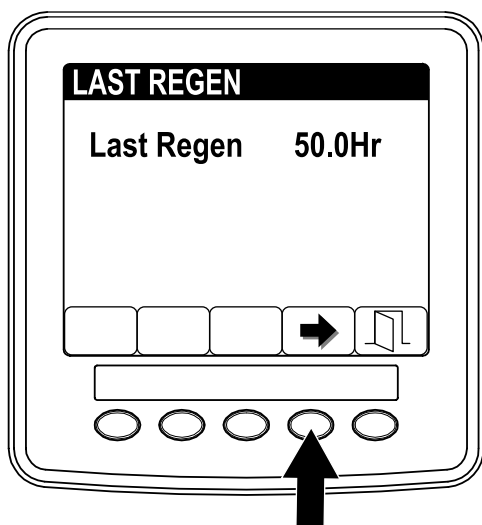

Рисунок 6
3. Используйте позицию LAST REGEN (ПОСЛЕДНЯЯ РЕГЕНЕРАЦИЯ), чтобы определить, сколько часов работал двигатель с момента последней регенерации со сбросом, стационарной или восстановительной регенерации. Рисунок 6